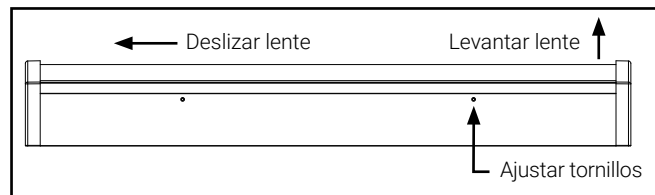

Figura 1.
2. Retire la lente aflojando los tornillos de sujeción (sin retirar completamente) y deslice la lente hacia un extremo para permitir que la lente despeje la tapa del extremo opuesto para retirarla. Aparte la lente por ahora (Figura 1).